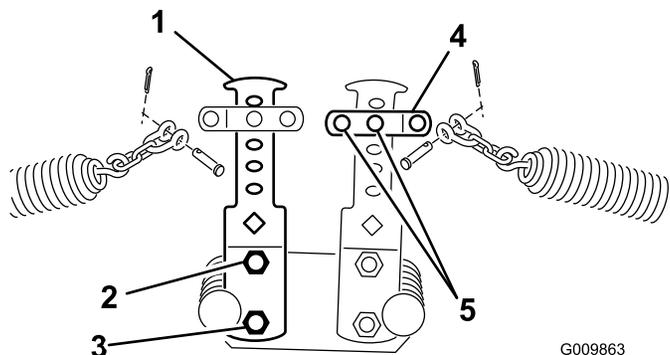

Figura 15
4. Fije el otro extremo del muelle en el taladro apropiado (ver a continuación) de los brazos de contrapeso delantero y trasero (Figura 15 y Figura 16) con el grillete y la cadena, la horquilla, el pasador y la chaveta.
- Fije el otro extremo del muelle en el segundo taladro desde arriba con el grillete con cadena, la horquilla, el pasador y la chaveta (Figura 15).
- Sujete el extremo inferior del brazo de contrapeso al bastidor con el perno y la tuerca que retiró anteriormente. Apriete el perno superior (Figura 15).